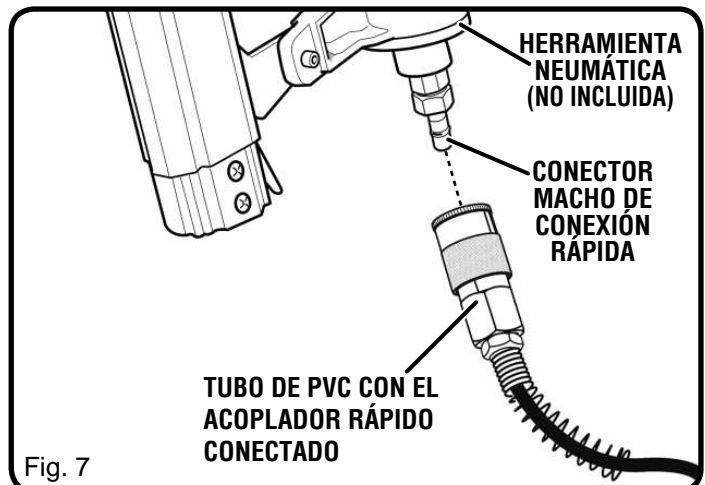

Fig. 7
- Conecte herramientas neumáticas a la manguera del aire introduciendo el conector macho de conexión rápida al racor rápido que hay en el extremo de la manguera (consulte la Fig. 7).
- Ponga el interruptor en la posición de encendido (I).